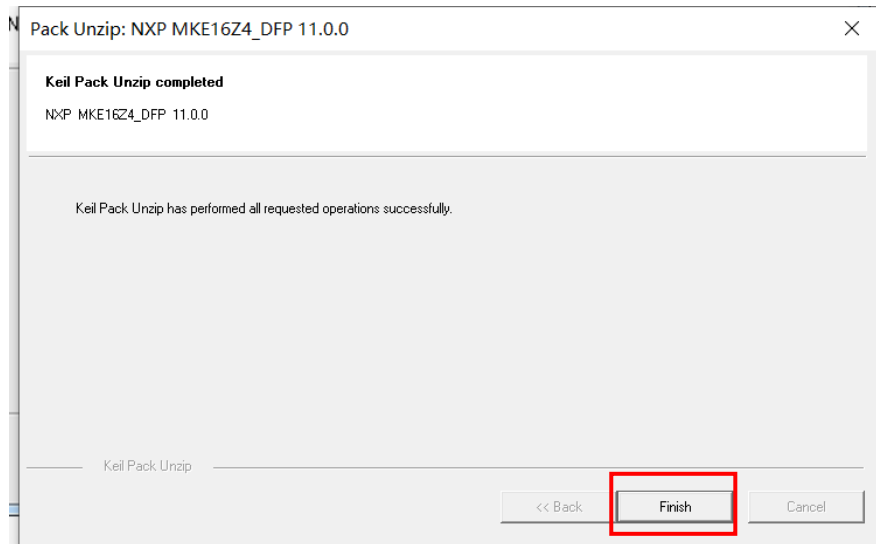

图 3.1.9 Keil Pack 安装完成页面
(8) 点击 Finish 完成安装，如图 3.1.9 所示：